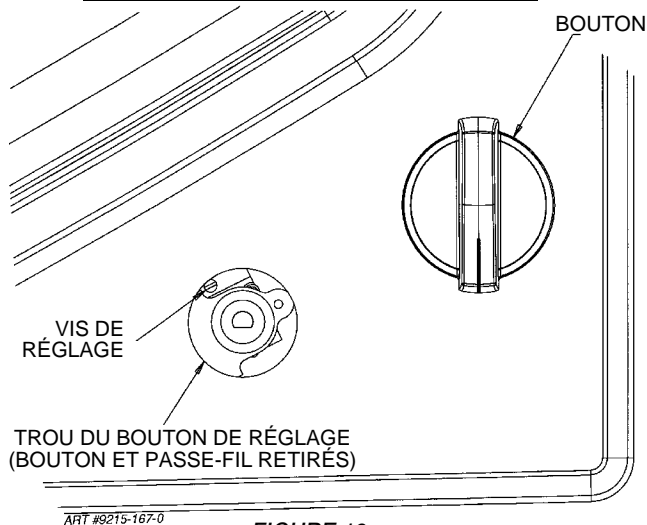

FIGURE 13
C. RÉGLAGE DE LA FLAMME À FEU DOUX (Voir la figure 13)
3. Repérer la vis de réglage du bouton de commande. Voir la figure 13.
- Repérer la vis de réglage du bouton de commande. Voir la figure 13.